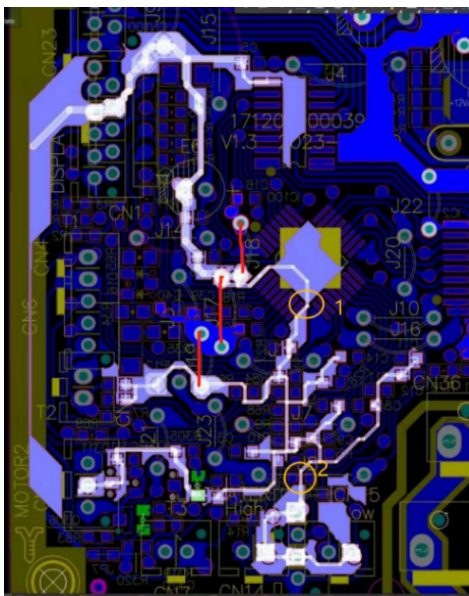

图 3-3 PCB 整改示意图
- ◇ 对 PCB 板进行整改（如图 3-3 所示），有以下两种措施：